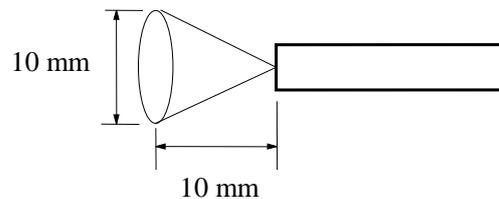

図2-6 測定範囲
- 被測定物までの距離と測定範囲は図2-6のように1:1の関係がある。すなわち、10 mmの距離では直径10 mmの円内が測定範囲となる。